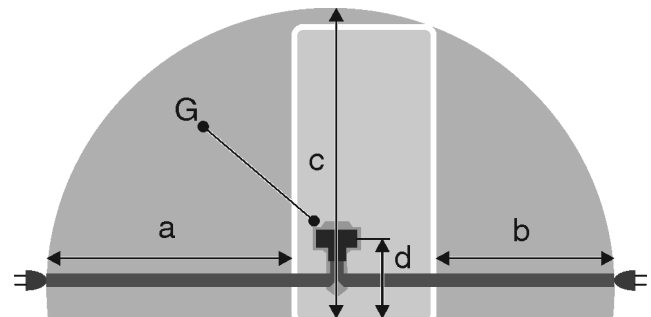

Fig. 42
- Розетка лежить не за пристроєм, а в зонах a або b Fig. 42 (a, b, c).
- ▶ Встановіть штекер пристрою Fig. 42 (G) на задній стороні пристрою. Слідкуйте за правильною фіксацією.